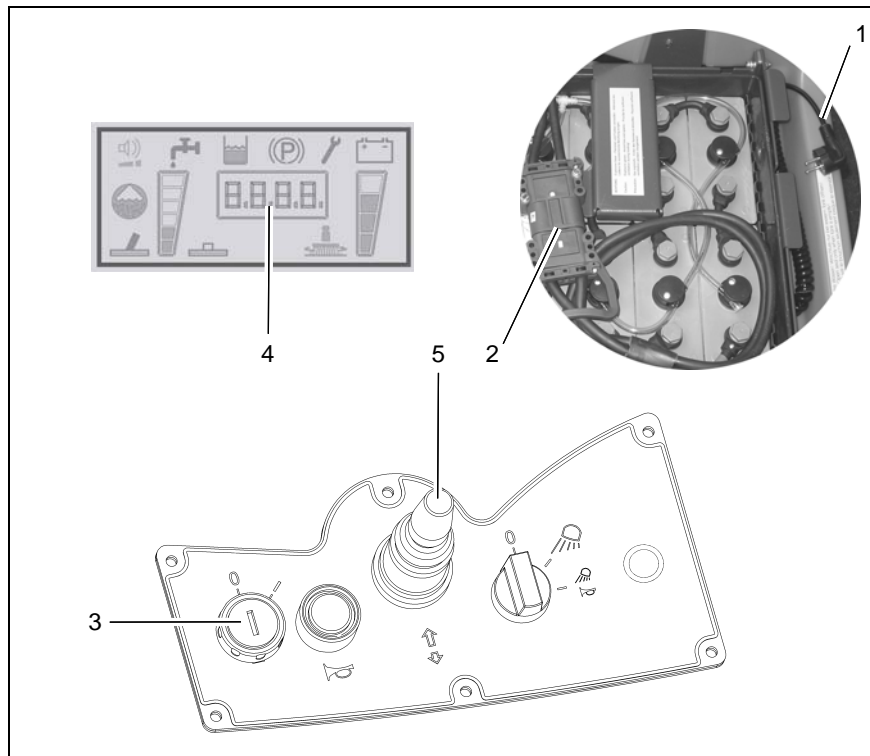

fig. 13
1. Retirer la fiche secteur (fig. 13/1) de la prise de courant et la poser à l'endroit prévu à cet effet.
3. Brancher la machine avec l'interrupteur à clé (fig. 13/3) et régler le sens de la marche avec le sélecteur de sens de marche (fig. 13/5). Le compteur d'heures de fonctionnement (fig. 13/4) indique la version du logiciel, le cas échéant le dernier code de service ainsi que les heures de fonctionnement. Tableau du code de service, voir passage 2.4